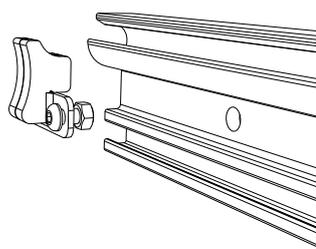

Abbildung 49. Armanschlag montieren
5. Schrauben und Muttern an den Armanschlügen montieren. Die Armanschlüge am Anschlagprofil anbringen, siehe Abbildung 48 und Abbildung 49.